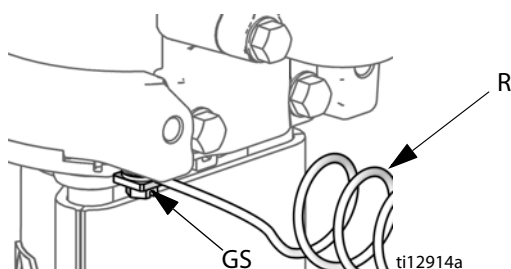

Рис. 2. Винт и провод заземления
1. Насос: См. Рис. 2. Убедитесь, что винт заземления (GS) на пневматическом двигателе завернут и надежно затянут. Подсоедините другой конец провода заземления (R) к точке фактического заземления.